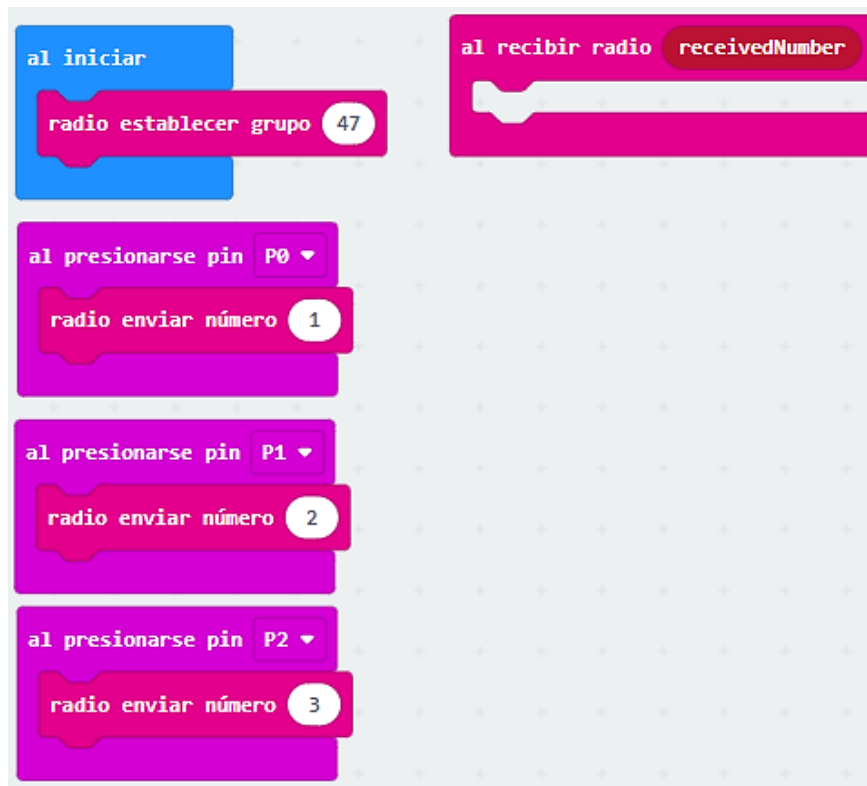

Figura 4.
4. Desde la categoría “*Radio*”, tomamos el bloque al recibir radio receivedNumber y lo colocamos en la zona de trabajo como se muestra en la figura 4.